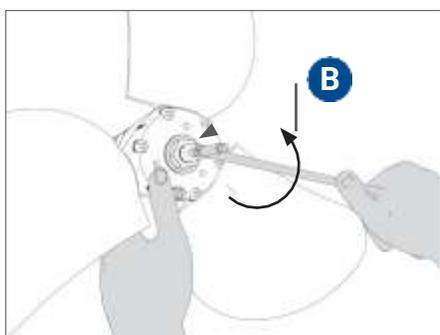

FIG. 34 Desatornille el tornillo de seguridad "B"
- Afloje el perno de seguridad **B** (si está presente) en sentido antihorario (Fig. 34).